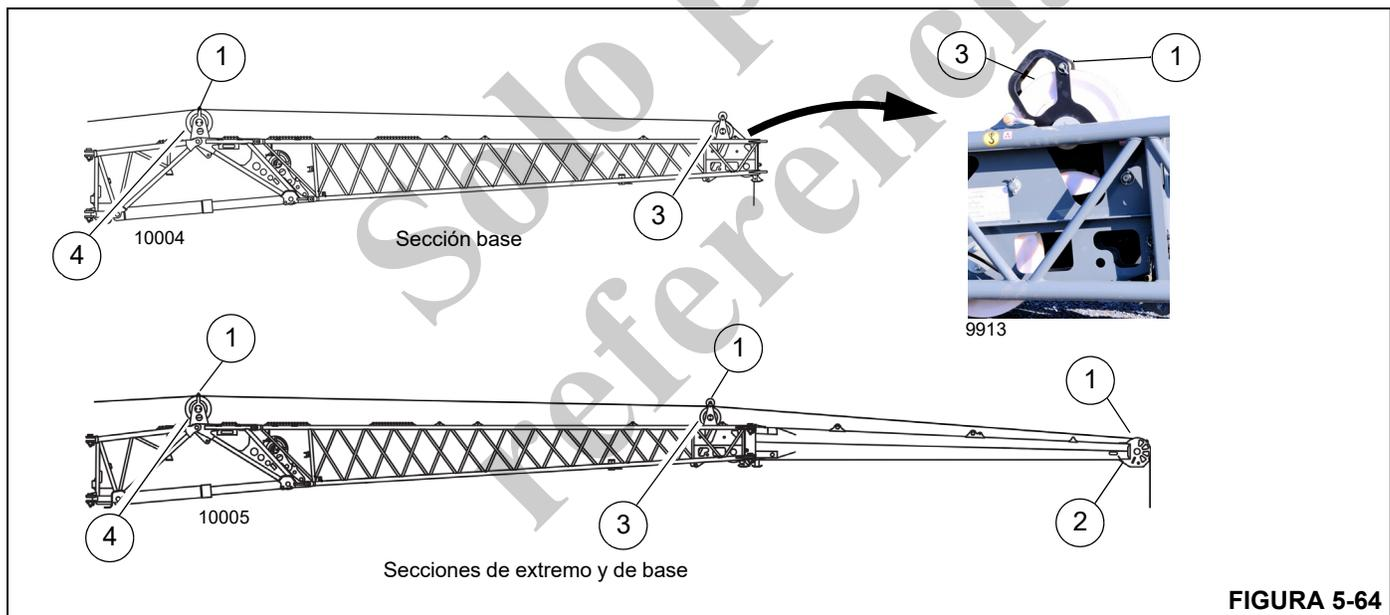

FIGURA 5-64
1. Retire la pinza de retención y el rodillo (1, Figura 5-64).
2. Guíe el cable por las poleas del mástil (4), (3) y sobre la polea de punta (2) de la extensión.
3. Vuelva a instalar todos los pasadores de retención y los rodillos (1) y asegúrelos con pinzas de retención.
2. Retire la pinza de retención y el rodillo (1, Figura 5-64).
3. Saque el cable del malacate de la polea de cabeza (2) y de las poleas del mástil (4), (3) y colóquelo sobre el suelo, en el lado izquierdo.